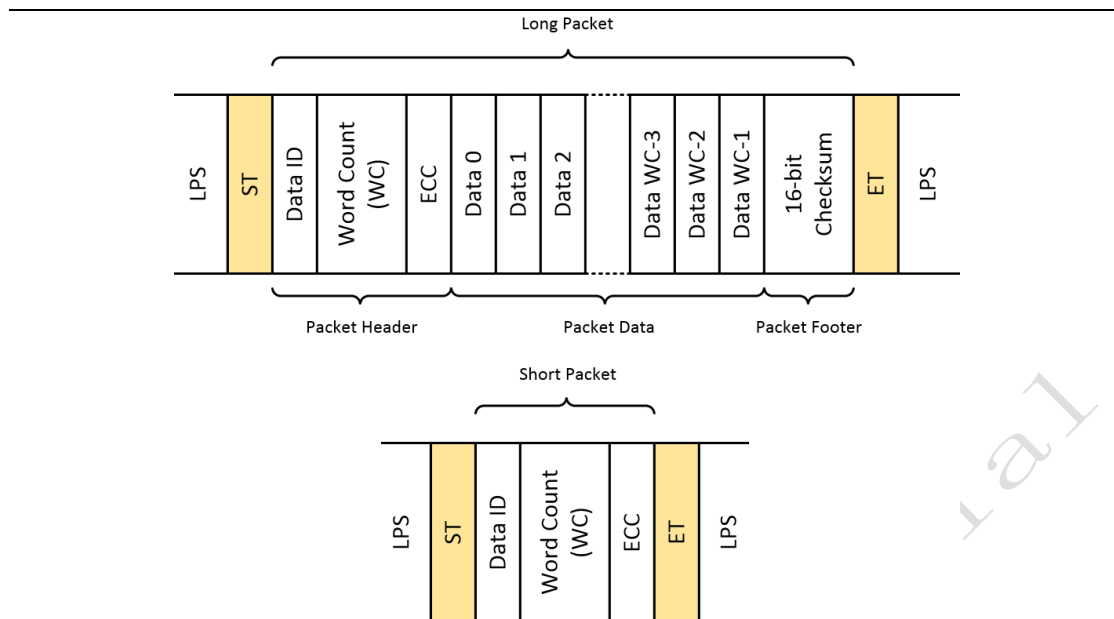
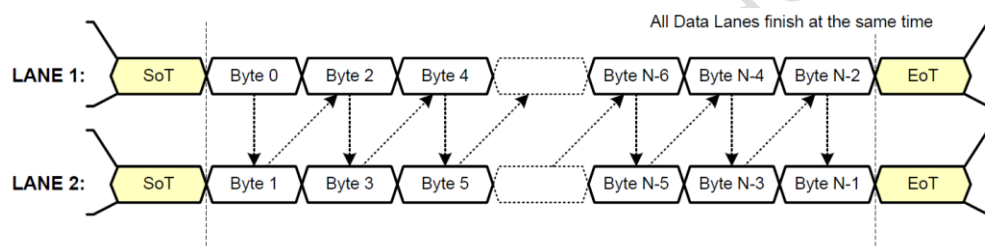
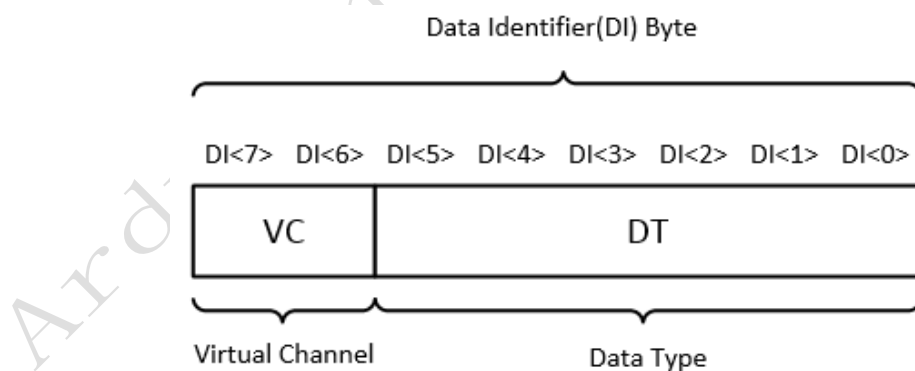

图 1-6 MIPI 长/短数据包结构示意图
图 1-7 MIPI 2-lane 模式数据包传输示意图
图 1-8 MIPI 数据包 DI 结构
图 1-6 展示了 MIPI 长、短数据包结构示意图。其中数据标识 DI(Data Identifier)用来区分不同的数据包类型。图 1-7 展示了 MIPI 工作在 2lane 模式下的数据包传输示意图，需要注意的是，在 2lane 模式下传输的一行数据包个数必须是偶数。图 1-8 中，DI 包括两部分，分别是虚拟通道 (VC) 和数据类型 (DT)。默认情况下，Sensor 给出的 MIPI 数据 VC 值都是 0，而 DT 值如表 1-5 所示。